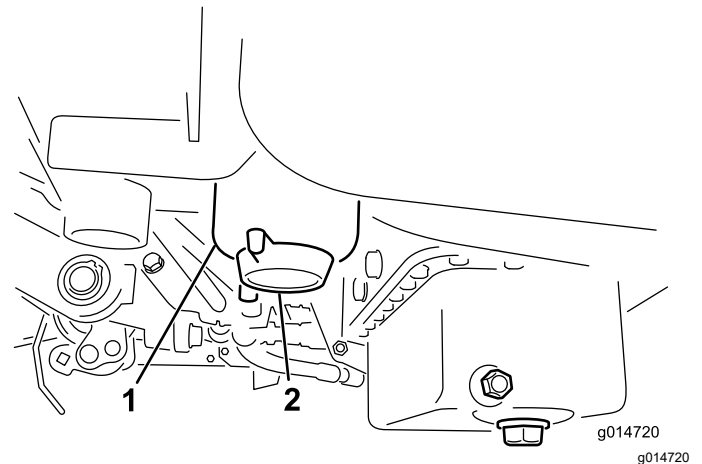

Figura 37
3. Deschidei bușonul de golire de pe filtrul de combustibil cu aproximativ o tură i golii apa acumulată (Figura 37).